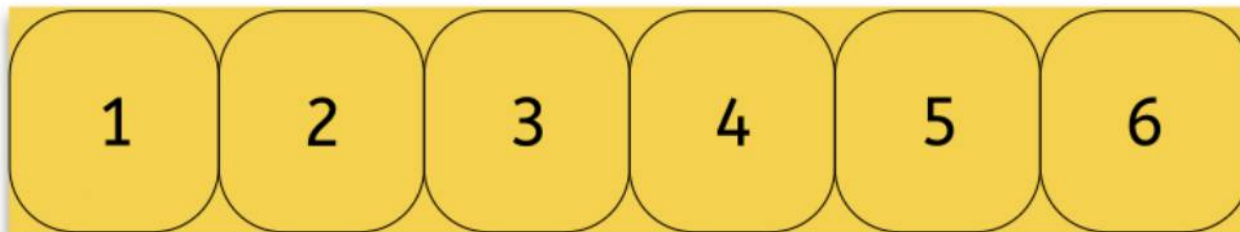

Рисунок 3. Деление ворот на 6 частей.
9.3.4.4 Первоначально противоположные ворота полностью открыты (см. Рисунок 3). После каждого забитого гола член команды бросает кубик, и часть ворот, соответствующая числу на кубике, будет закрыта черным прямоугольником. Если эта часть ворот уже была закрыта, кубик будет брошен повторно. См. Рисунок, где выпадали числа 3 и 5 после каждого раунда и соответствующие части ворот были закрыты. Обратите внимание, что если число 3 или 5 выпадет еще раз в следующих раундах, то последует повторный бросок кубика.